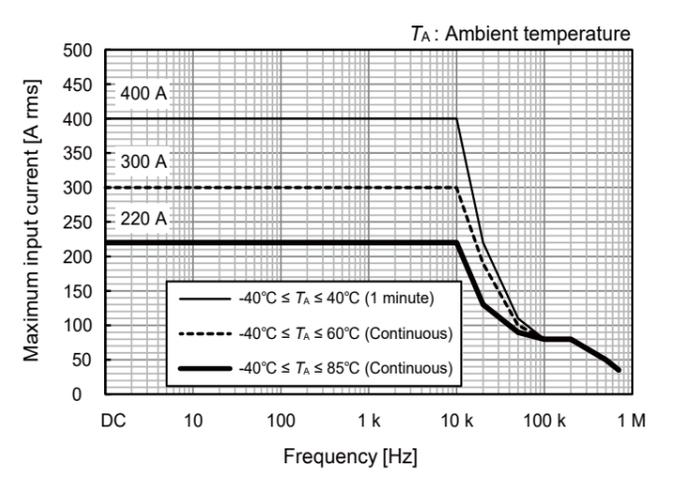

图 1. 频率额定值降低特性 *
最大输入电流	图 1. 频率额定值降低范围以内 <p>如果小于等于 40°C 且 20 ms 以内，则容许最大 ±600 A peak (设计值)</p>
- 在振幅精度、相位精度小于等于 110% of full scale、图 1. 频率额定值降低范围以内进行规定。DC < f < 10 Hz 为设计值。